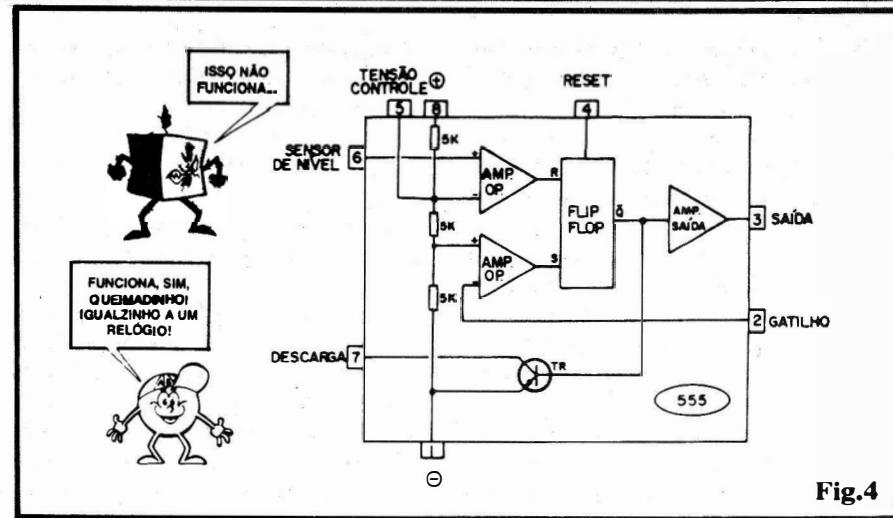

Fig.4
- FIG. 4 - "O QUE TEM LÁ DENTRO" - O QUE OS PINOS "FAZEM" - No "interior" do 555, conforme o diagrama mostra, existem vários módulos ou blocos, todos eles já estudados nas "Aulas" anteriores do ABC, menos aquele denominado FLIP-FLOP (BIESTÁVEL), que será objeto de abordagem específica e detalhada, quando entrarmos no fascinante campo da Eletrônica Digital (embora logo aí, à frente, já falemos um pouco sobre o assunto...). Além do citado FLIP-FLOP, o 555 contém dois Amplificadores Operacionais, em função comparadora de Tensão, mais um bloco Amplificador de Saída (também estruturado com transístores bipolares), um transistors "solitário" atuando como "chave de descarga" (TR), além de uma rede divisora de Tensão formada por três resistores de 5K "empilhados"... Não vem ao caso, agora, detalhar o que está
- **Pino 5** - Acesso para Tensão externa de controle. Observem, no diagrama da fig. 4, que através desse pino podemos "interferir", externamente, no divisor de Tensão interno (três resistores de 5K, em totêm...), de modo a modificar os valores "vistos" pelas entradas dos dois Comparadores de Tensão internos (Amp.Ops.). Nem sempre esse acesso de controle é utilizado - na prática... Entretanto, em alguns arranjos MONOESTÁVEIS ou ASTÁVEIS, de precisão, podemos utilizar o dito pino 5 para ajuste fino da temporização ou Frequência, respectivamente...